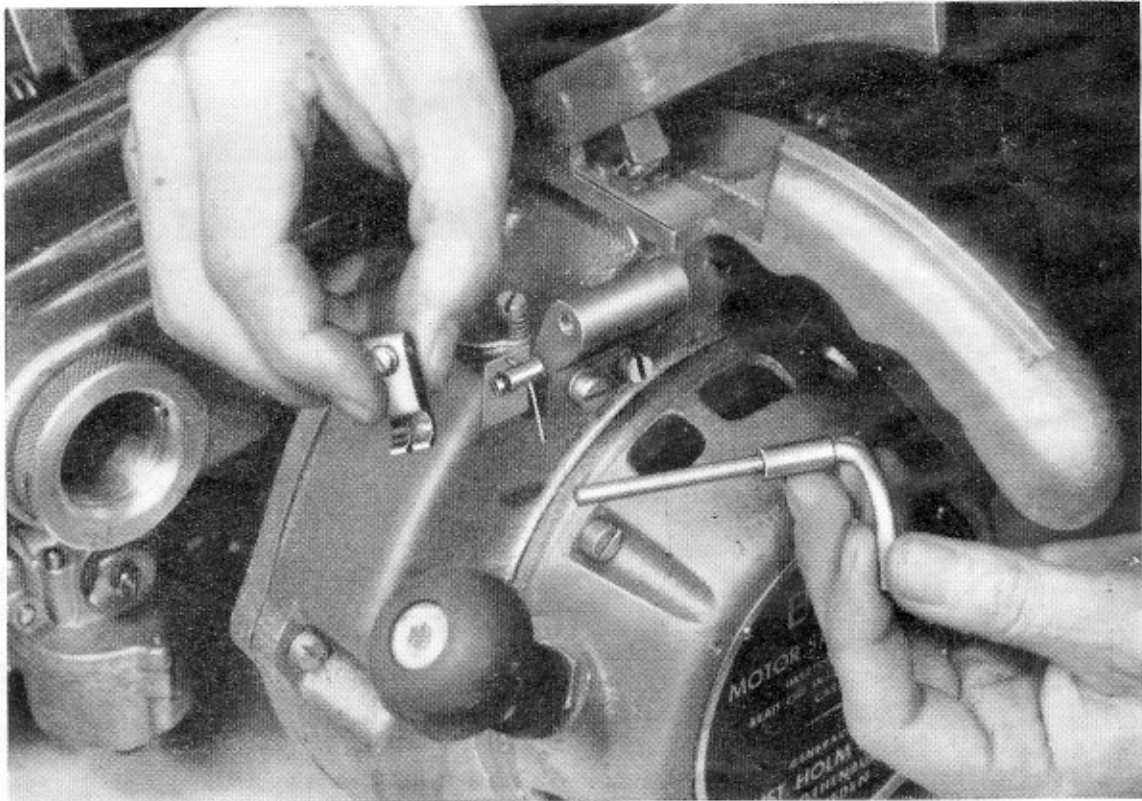

Bild 2
**GASHANENS LAGERYTA** kan efter någon tid bli kärv. Montera då av hanen och inolja axeln, varpå den några gånger föres fram och åter i lagringen. Bild 2.